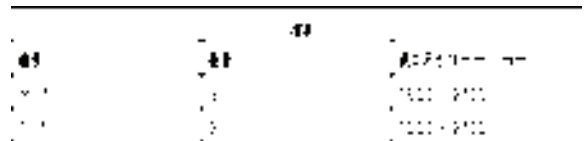

图 8-70 编辑结果
10) 单击“确定”按钮关闭对话框，完成表格全屏编辑操作，结果如图 8-70 所示。